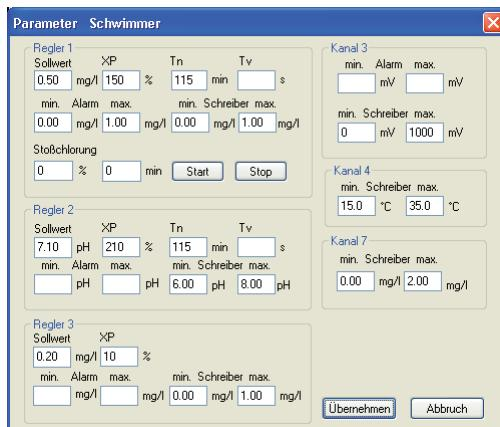

Abb. 4.6: Konfiguration des Reglers
- Öffnen Sie den Menüpunkt Konfiguration/Geräte und wählen Sie im Untermenü einen der angeschlossenen Regler aus (siehe Abb. 4.6).